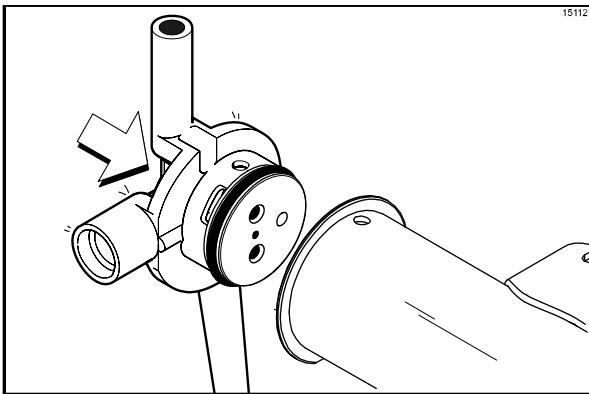

Figura 149
8. Insira o adaptador de entrada de mix montado no cilindro da bomba. (Veja a Figura 149.)